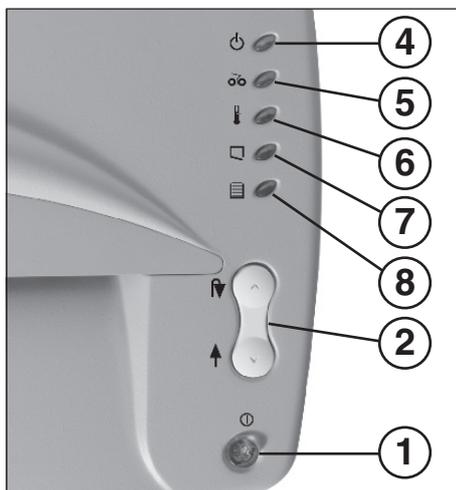

Abb. 1
- 1 = Druckschalter „Betriebsbereit“ (Abb. 1)**
- 2 = Wippschalter (Abb. 1) (Vorwärts / Rückwärts)**
- 4 = Kontroll-Anzeige „Betriebsbereit“ (Abb. 1)**
- 5 = Kontroll-Anzeige „Materialstau“ (Abb. 1)**
- 6 = Kontroll-Anzeige (Abb. 1) „Motorüberlastung“**
- 7 = Kontroll-Anzeige „Tür offen“ (Abb. 1)**
- 8 = Kontroll-Anzeige „Behälter voll“ (Abb. 1)**
- Maschine am Druckschalter (1) (Abb. 1) einschalten. Die Kontroll-Anzeige (4) (Abb. 1) leuchtet auf.
Hinweis: Für die Zerkleinerung von lichtdurchlässigen Folien muss die Maschine von Hand auf Vorwärtslauf geschaltet werden (Wippschalter (1) (Abb. 1) in Stellung „↑“ schalten).
Ist der Auffangbehälter gefüllt schaltet die Maschine ab. Die Kontroll-Anzeige (8) (Abb. 1) leuchtet auf.
- Tür öffnen. Die Kontroll-Anzeige (7) (Abb. 1) leuchtet auf.
- Leeren Sack einsetzen und die Tür schließen. Die Kontroll-Anzeige (7) (Abb. 1) erlischt.
Achten Sie darauf, daß das Gerät über Nacht ausgeschaltet ist (Druckschalter (1) (Abb. 1) betätigen).
- Die Kontroll-Anzeige (5) (Abb. 1) leuchtet auf.
- Wippschalter (1) (Abb. 1) kurz in Stellung „↑“ schalten.
- Die Kontroll-Anzeige (5) (Abb. 1) erlischt.
Sollte der Motor überfordert werden, so schaltet er ab. Die Kontroll-Anzeige (6) (Abb. 1) leuchtet auf. Schalten Sie das Gerät am Druckschalter (1) (Abb. 1) aus.